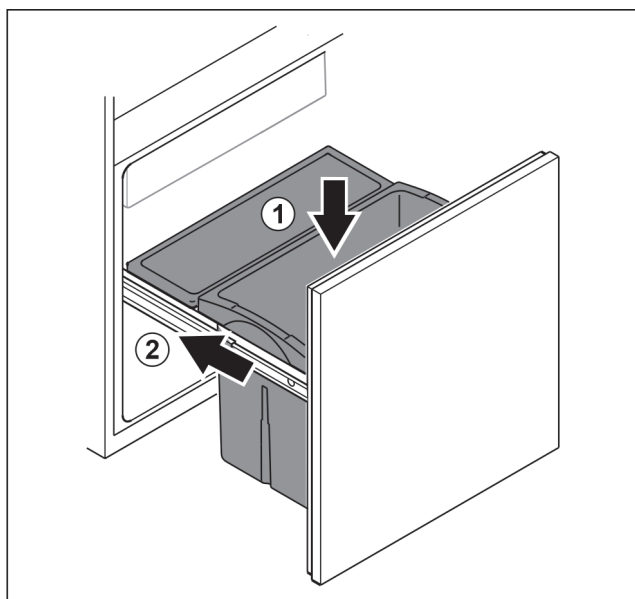

Fig. 98
- ▶ Insérer le tiroir par le haut. Fig. 98 (1)
- ▶ Introduire le chariot coulissant. Fig. 98 (2)